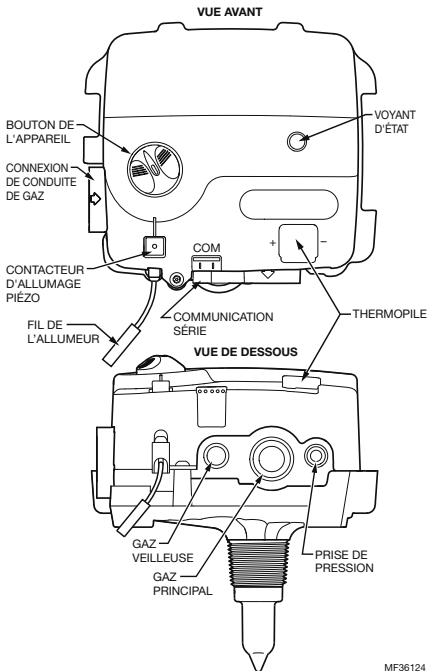

Fig. 5. Éléments de commande et connexions du chauffe-eau.
- Positionner le raccord de compression sur la sortie veilleuse et engager les filetages. Voir la Fig. 5. pour les éléments de commande et les connexions. Serrer à la main, puis serrer d'un tour de plus à l'aide d'une clé. Ne pas trop serrer.
Brancher le circuit de commande au régulateur du chauffe-eau en respectant les connexions illustrées sur la Fig. 5.
2. Avec le brûleur en fonctionnement, vérifier le débit du régulateur du chauffe-eau à l'aide du compteur à gaz ou d'un manomètre connecté à la prise de pression de sortie du régulateur. Voir la Fig. 5.